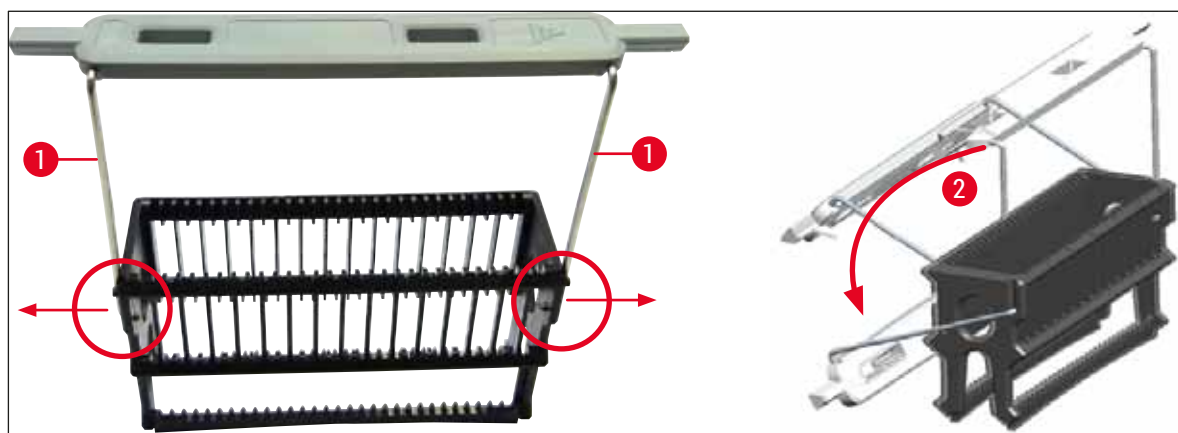

Fig. 69
- Veillez à ce que la poignée soit bien positionnée en position haute, centrée au-dessus du rack (→ Fig. 69)